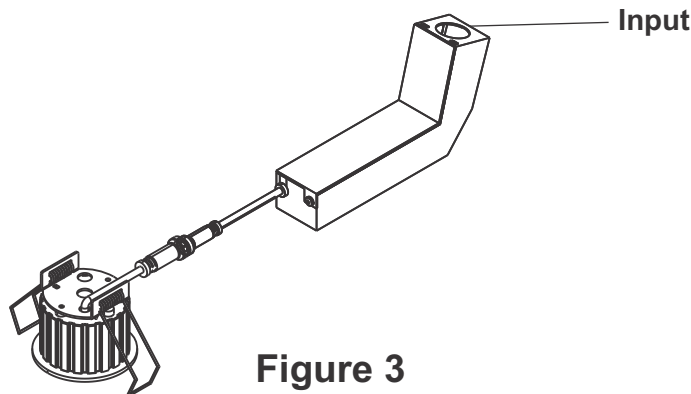

Figure 3
4. Connect the low voltage cable to the fixture. The arrows on the female and male cable should align before connecting. **(Figure 3)**
4. Connectez le câble basse tension au luminaire. Les flèches sur les câbles femelle et mâle doivent être alignés avant la connexion. **(Figure 3).**